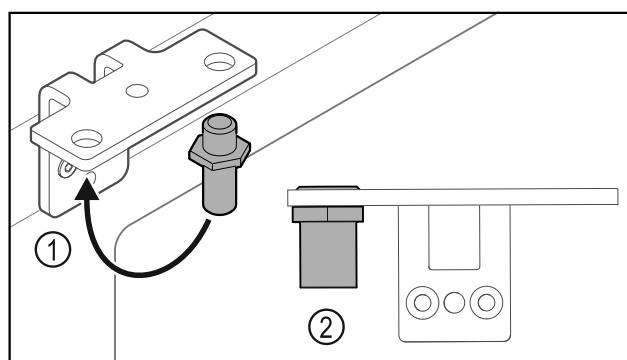

Fig. 33
- ▶ Mettre l'axe Fig. 33 (1) dans l'autre trou de l'équerre de charnière.
- ▶ Serrer l'axe Fig. 33 (2) au **couple de 12 Nm**.